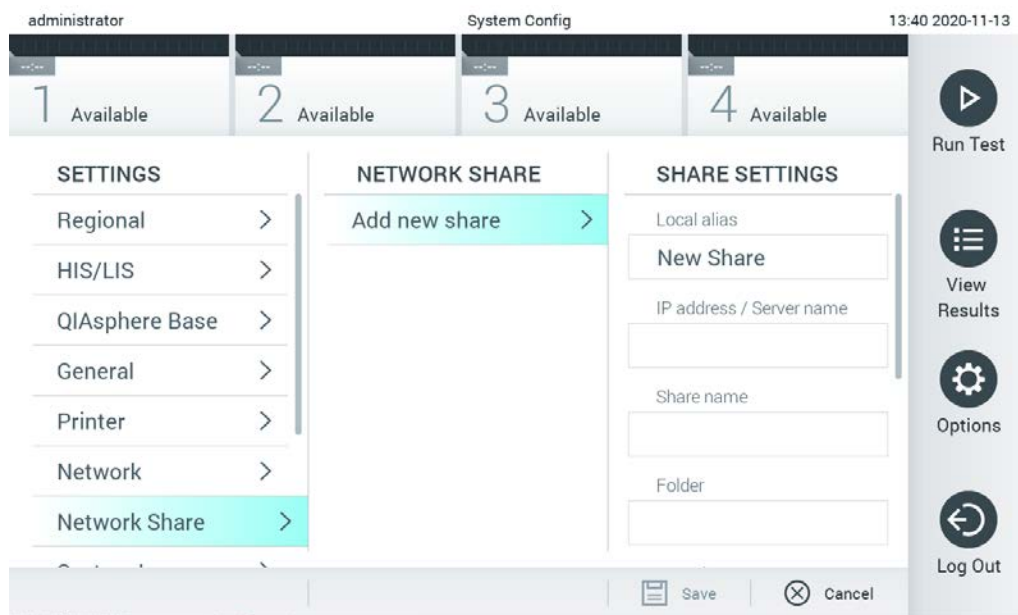

Figura 75. Adicionar uma partilha de rede.
3. Prima o botão Add new share (Adicionar nova partilha) (Figura 75).